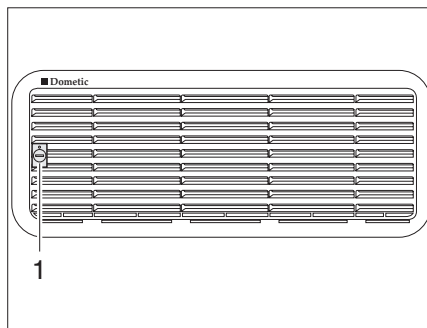
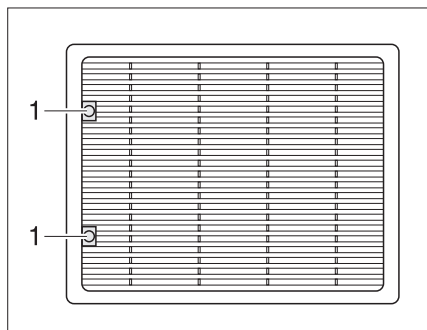

Bild 86 Kühlschrank-Lüftungsgitter (Dometic klein)
Bild 87 Kühlschrank-Lüftungsgitter (Dometic groß)
- ▶ Schraube (Bild 86,1 bzw. Bild 87,1) mit Hilfe einer Münze eine viertel Umdrehung drehen.